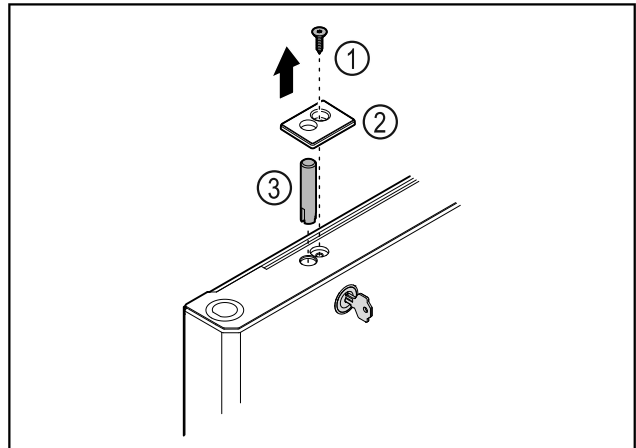

Fig. 38
- ▶ Išsukite varžtą Fig. 38 (1).
- ▶ Atfiksukite dengiamąją plokštelę Fig. 38 (2) mažu atsuktuvu ir nuimkite.
- ▶ Ištraukite užrakto kaištį Fig. 38 (3).